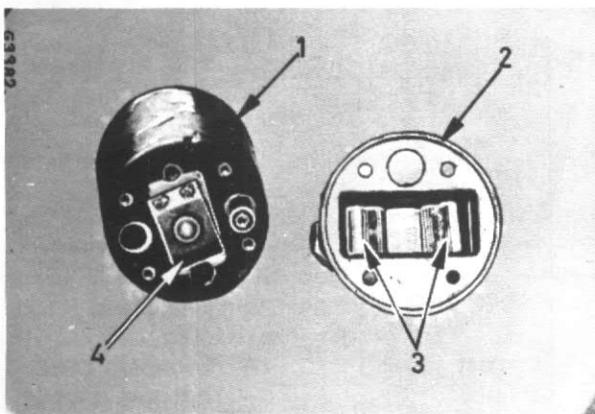

Figure 21
Légendes de la figure 21
Enlevez le couvercle (2) du solénoïde (1) fig. 21, si le modèle démontable est en place.